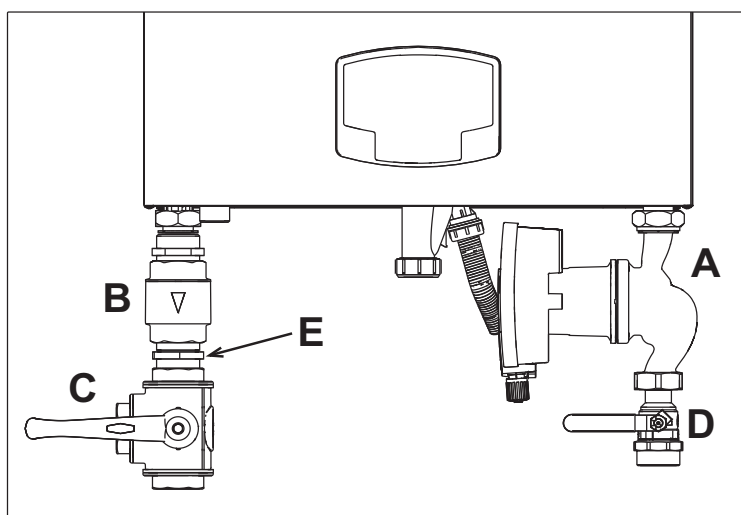

fig. 35- Centrală cu kiturile instalate
**cod 042070X0 - KIT POMPĂ DE CIRCULAȚIE cu EFICIENȚĂ RIDICATĂ - 7 m. (A - fig. 35)**
**cod 042071X0 - KIT POMPĂ DE CIRCULAȚIE cu EFICIENȚĂ RIDICATĂ - 10 m. (A - fig. 35)**
**1 VALVĂ UNISENS - Mamă 1" 1/2 (B - fig. 35)**
**2 ROBINET 3 căi - Mamă 1" 1/2 (C - fig. 35)**
**3 ROBINET Tată/Mamă 1" 1/2 (D - fig. 35)**
**4 NIPLU DE RACORDARE 1" 1/2 (E - fig. 35)**